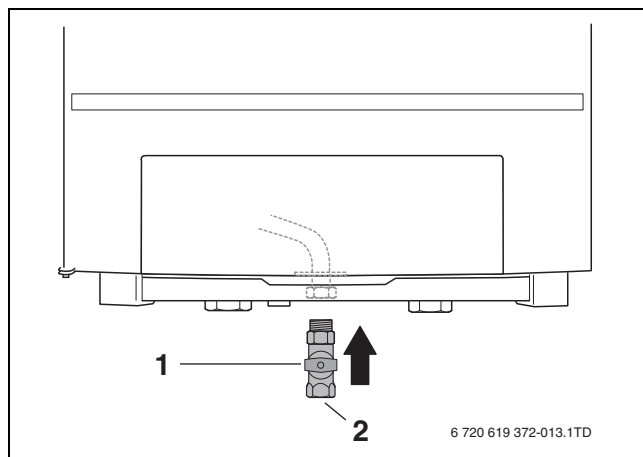

Bild 19 Gasanschluss herstellen
- Gashahn (→ Bild 19, [1]) in der Gasleitung (GAS) laut TRGI oder TRF installieren. Gashahn mit minimalem Durchmesser von 1" verwenden.
- Gasleitung spannungsfrei am Gasanschluss (→ Bild 19, [2]) anschließen. Gasleitung mit minimalem Durchmesser von 1" verwenden.